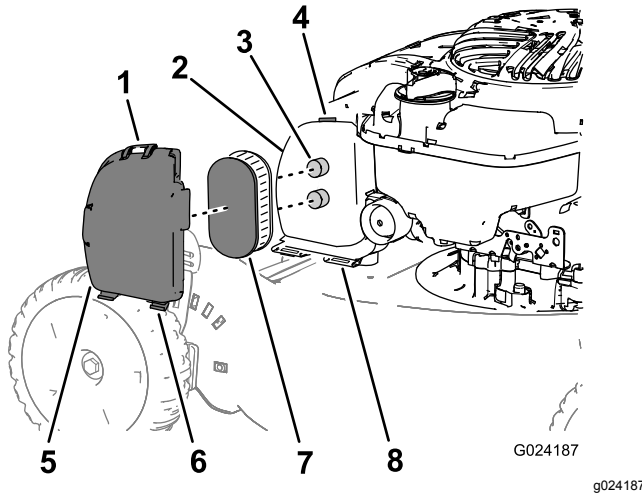

Bild 17
1. Drücken Sie die obere Nase an der Abdeckung des Luftfilters (**Bild 17**) und öffnen die Abdeckung.
2. Entfernen Sie den Luftfiltereinsatz (**Bild 17**).